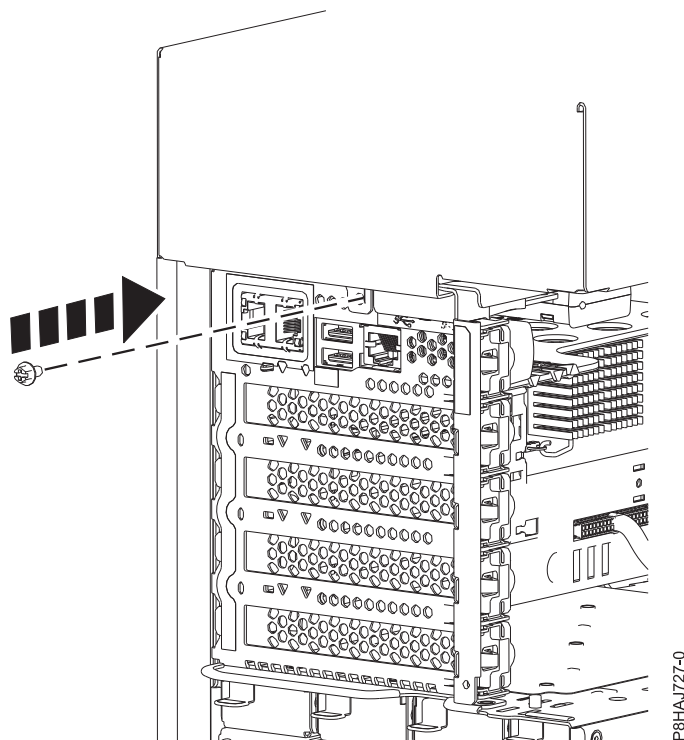

Abbildung 53. Anbringen der Schraube der Seitenabdeckung bei einem Standalone-System vom Typ 8286-41A
5. Bringen Sie die hintere Schraube der Seitenabdeckung mit einem Kreuzschlitz-Schraubendreher an (siehe Abb. 53 auf Seite 67).